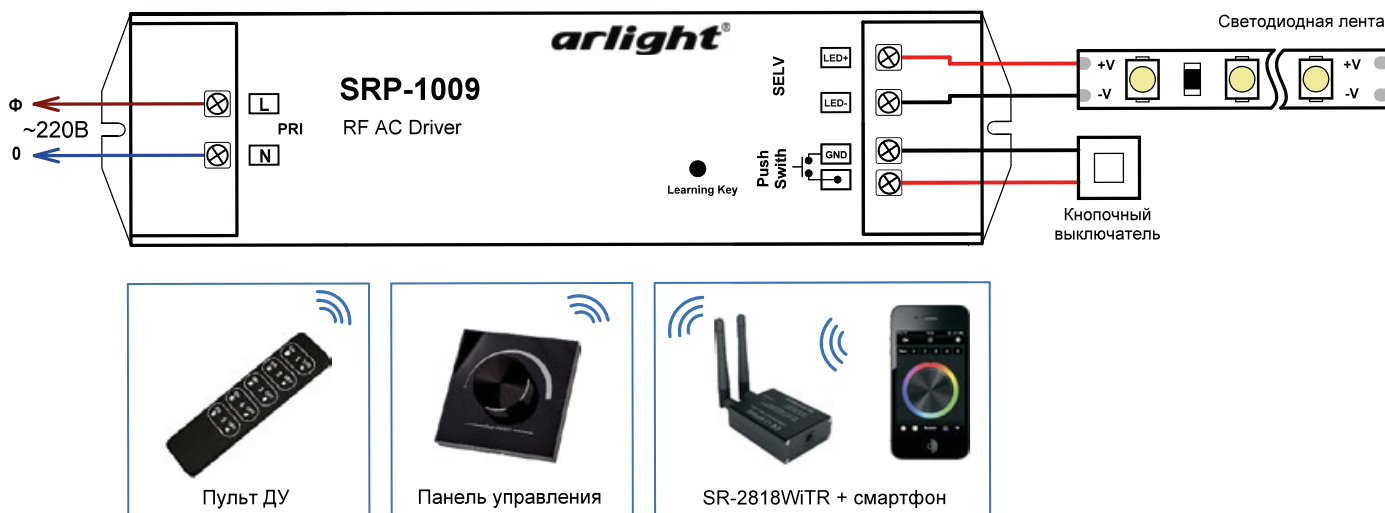

Рис.1. Схема подключения.
- 3.3. Подключите нагрузку к выходу **SELV**, соблюдая полярность подключения проводов «+» и «-» (Рис.1).